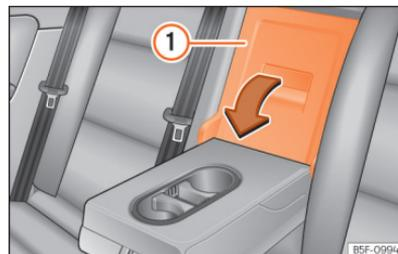

Fig. 177 No encosto do banco traseiro: abertura da tampa.
- Puxe a alavanca de desbloqueio no sentido da seta e rebata completamente a tampa >>> Fig. 177 ⓘ para a frente.